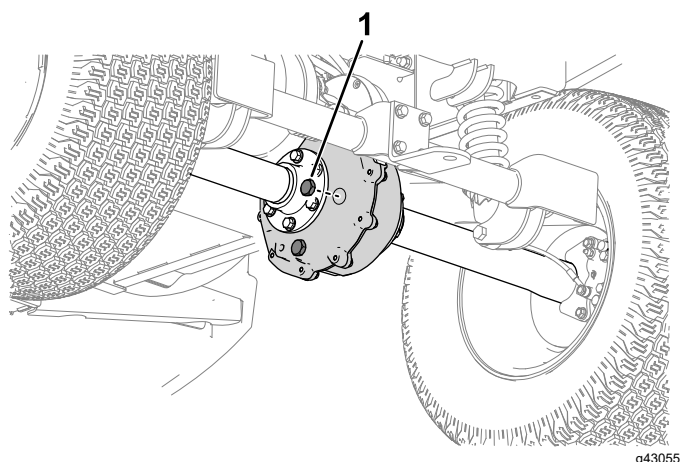

Figura 46
1. Retire el tapón de llenado del transeje (Figura 46).
2. Si el nivel de fluido es bajo, retire el tapón de llenado y añada fluido del tipo especificado indicado en [Cambio del fluido del transeje \(página 39\)] hasta que salga del orificio (Figura 46).